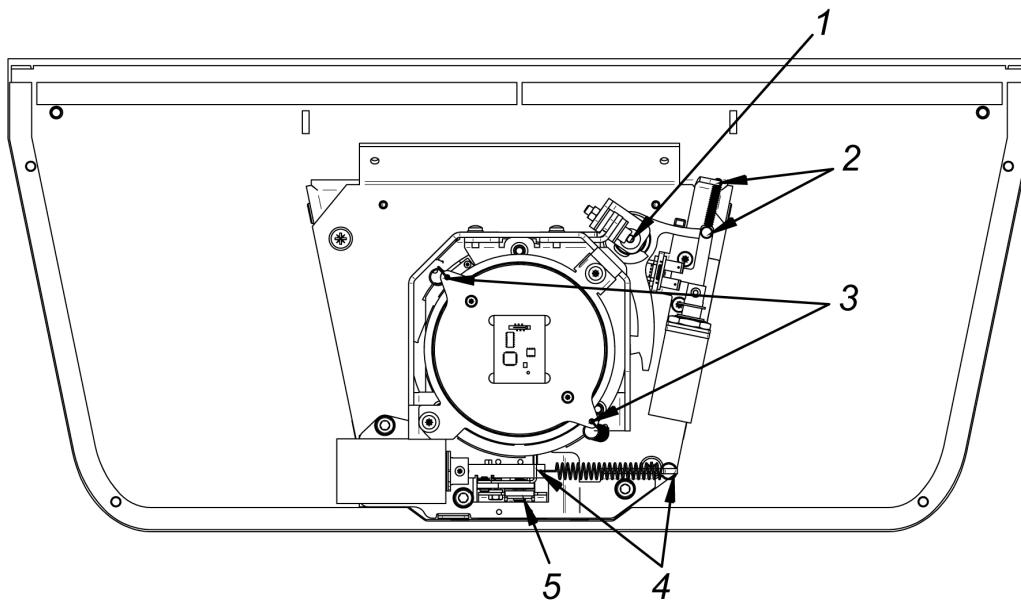

Рисунок 17. Техническое обслуживание механизма турникета
3. Проверьте надежность крепления преграждающих планок (3) к маховику и при необходимости подтяните установочные винты крепления преграждающих планок.
5. Снимите колпак турникета (1) с блоком индикации (2) согласно разд. 6.
- ось вращения рычага стопора (точка 1 на рис. 17) – смазкой ***Chain and Rope Lube Spray - WEICON*** или другой с аналогичными свойствами;
- места крепления пружин (точки 2, 3, 4 на рис. 17) – молибденовой смазкой;
- детали механизма аварийного открытия прохода (автоматического опускания преграждающей планки «Антитраница», точка 5 на рис.17) – смазкой ***Chain and Rope Lube Spray - WEICON*** или другой с аналогичными свойствами.